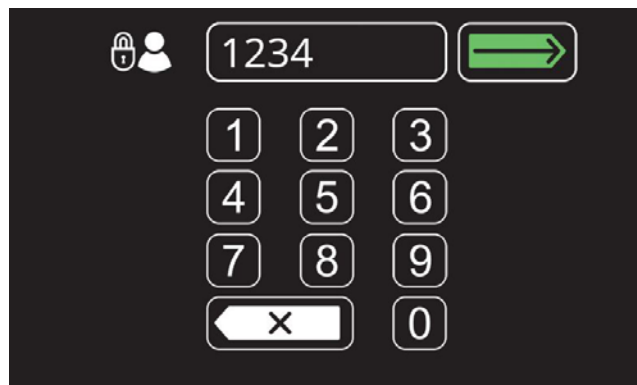

ABB. 153
3. Erstinbetriebnahme – Geben Sie die ab Werk zugewiesene Supervisor-Login-Nummer „1234“ ein und drücken Sie die grüne Bestätigungstaste (Abbildung 153).